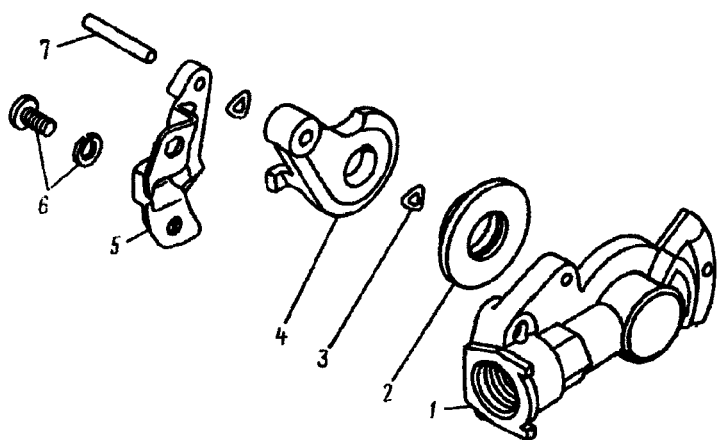

Рис. 327. Головка соединительная типа «Палмы»:
2. Вывернув винты 6 (рис. 327), снимите направляющую 5, шайбу 3	Отвертка